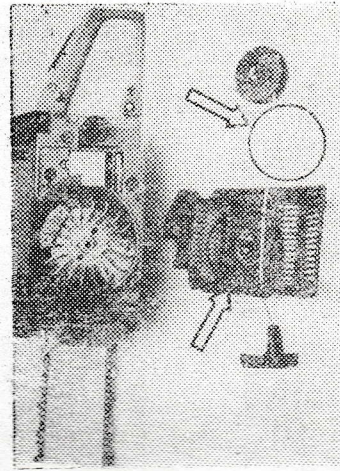

Fig. 22
6. Schimbarea șnurului demaror și a arcului de readucere (fig. 22). Se demontează capacul demaror. Se trece șnurul demaror prin locașul frezat al discului și prin rotirea în sens invers acelor de ceasornic se detensionează arcul de readucere (fig. 22). Se demontează șurubul și șaiba din centrul discului și se demontează discul. Se scoate carcasa discului și caseta cu arcul demaror. Dacă este necesar se înlocuiește și se unge numai cu ulei de motor (L 100).